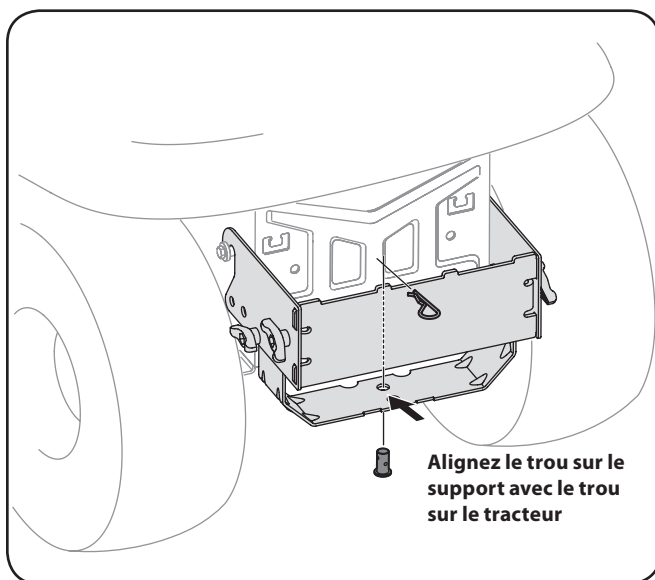

Figure 4-6
2. Installez l'axe à épaulement du jeu de montage 689-00087 dans l'attelage du tracteur et fixez-la avec une bague de retenue en fil métallique. Consultez la Figure 4-6.